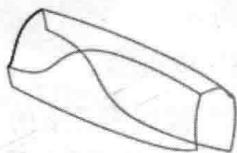
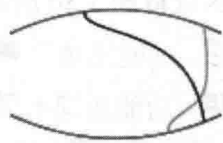

图 1.22 绘制 ISDX 曲线
图 1.23 编辑 ISDX 曲线
(6) 绘制初步 ISDX 曲线。单击“设置活动平面”按钮 ，选择 DTM1 基准平面为活动平面，单击“视图工具栏”中的  按钮，单击“曲线”按钮 ，在系统弹出的“造型：曲线”操控板中选中  单选项，绘制图 1.22 所示的初步 ISDX 曲线，然后单击操控板中的“完成”按钮 。
(7) 编辑 ISDX 曲线。单击  按钮，单击“视图工具栏”中的  按钮，参考步骤 (3)，编辑图 1.22 所示的 ISDX 曲线，结果如图 1.23 所示。